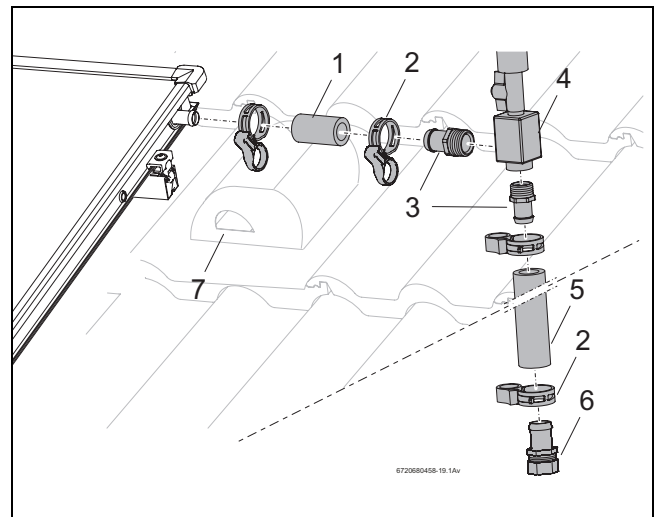

Рис. 48 Монтаж воздушного клапана на крыше
- ▶ Наденьте шланг (55 мм, рис. 48, [1]) на штуцер для подключения подающей линии и зажмите его пружинным хомутом.
- ▶ Вверните наконечник R $\frac{3}{4}$ с уплотнительным кольцом (рис. 48, [3]) в воздухоборник (рис. 48, [4]).
- ▶ Вставьте наконечник (рис. 48, [3]) до упора в шланг (рис. 48, [1] и [5]) и зажмите его пружинным хомутом (рис. 48, [2]).
- ▶ Наденьте шланг до упора на наконечник с резьбой (рис. 48, [6]) и зажмите его пружинным хомутом.
- ▶ Проведите шланг солнечного коллектора вместе с проводом датчика через черепицу с вентиляционным отверстием (рис. 48, [7]) и изоляцию кровли.
- ▶ Подсоедините наконечник (18 мм) (рис. 48, [6]) резьбовым соединением с врезным кольцом к сборной линии.